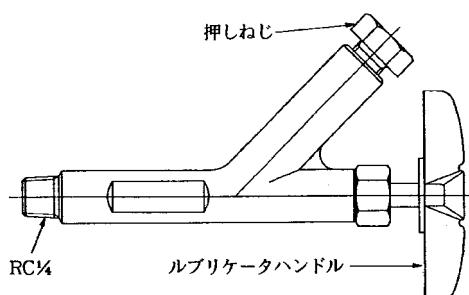

図2-3 ルブリケータ (600 # クラス以下)
- 【3】 ルブリケータ付のバルブはグリース注入量を確認します。(図2-3)